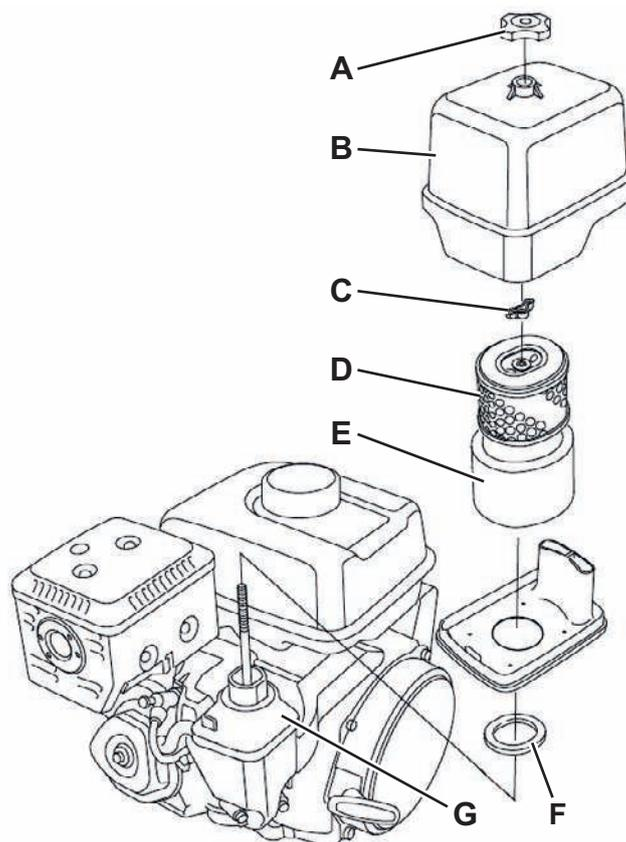

Figure 25
2. Tourner la clé de contact (51) sur « 0 ».
3. Ouvrir le coffre du compartiment moteur (19) et le bloquer à l'aide de la tige de sécurité (44).
4. Soulever et démonter le panneau latéral droit (31).
5. Enlever l'écrou papillon (A, Fig. 25) et enlever le couvercle (B).
6. Enlever l'écrou papillon (C) et démonter l'élément filtrant.
7. Séparer le filtre en papier (D) du filtre éponge (E)
8. Contrôler les deux filtres et les remplacer s'ils sont endommagés. Remplacer le filtre en papier (D) à l'échéance fixée (voir le plan d'entretien programmé).
10. Nettoyer avec un chiffon humide la base et le couvercle (B) du filtre à air. Veiller à ce que de la saleté ne pénètre pas dans le conduit d'air (G).
11. Monter le filtre éponge (E) sur le filtre en papier (D), puis monter l'élément filtrant assemblé. S'assurer que le joint (F) est en position sous l'élément filtrant. Serrer l'écrou papillon (C) et démonter l'élément filtrant.
12. Installer le couvercle (B) et serrer l'écrou papillon (A).